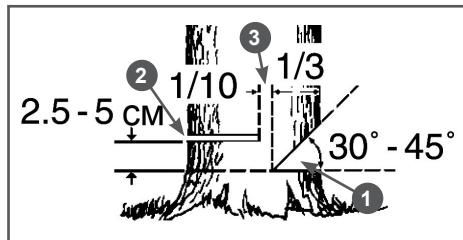

Рис. 12 Расположение запила, пропила и недопила
8. Начните пилить с той стороны дерева, куда оно должно упасть (Рис. 12). Сделайте запил 1 с той стороны, куда должно упасть дерево, глубиной примерно $1/3$ диаметра ствола и под углом от 30 до 45 градусов (Рис. 12).
Ни в коем случае не допиливать до конца недопил 3 (Рис. 12), так как при этом невозможно контролировать направление падения дерева.
9. Сделайте основной валочный пропил 2 с противоположной стороны, выше основания запила на 2,5-5 см. Между основным пропилом и запилом должно оставаться недопил 3 примерно $1/10$ диаметра ствола. Вставьте своевременно клин в пропил. Недопил 3 действует как шарнир и позволяет контролировать падение дерева (Рис. 12).